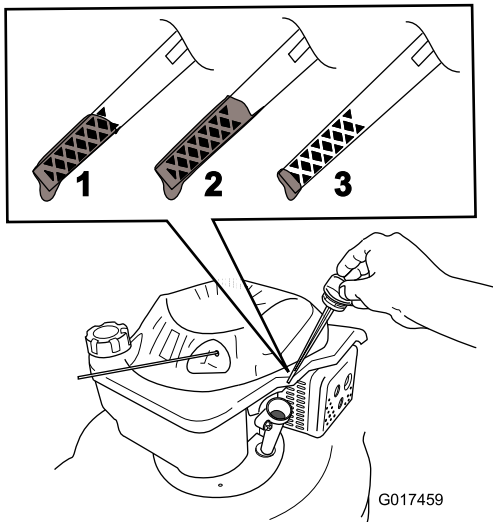

Figure 7
2. Retirez la jauge (Figure 7).
3. Versez **lentement** l'huile par l'orifice de remplissage, attendez quelques minutes puis vérifiez le niveau d'huile sur la jauge, en l'essuyant sur un chiffon propre et en l'insérant dans l'orifice, **mais sans visser** le bouchon (Figure 7).
Remarque: Versez de l'huile dans le carter moteur jusqu'à ce que la jauge indique le niveau correct, comme illustré à la Figure 7. Si vous remplissez excessivement le carter moteur, vidangez l'excédent d'huile comme expliqué à la section Vidange et remplacement de l'huile moteur.